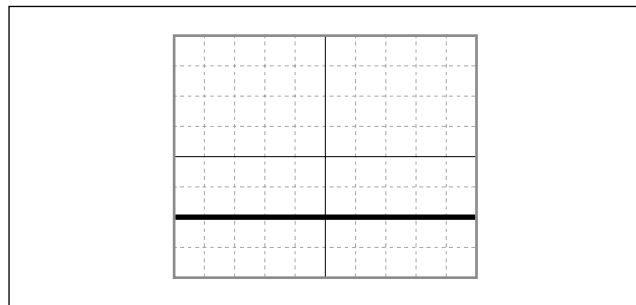

図 4-6
- ① オシロスコープの TIME/DIV スイッチを 200 ms にします。
- ② オシロスコープの CH1 の偏向感度 (VOLTS/DIV) を 500 mV/ DIV にします。
- ③ オシロスコープの CH1 の INPUT COUPLING スイッチを DC にします。
- ④ オシロスコープの CH1 のオフセットを 1 V に設定します。(図 4-6 参照)